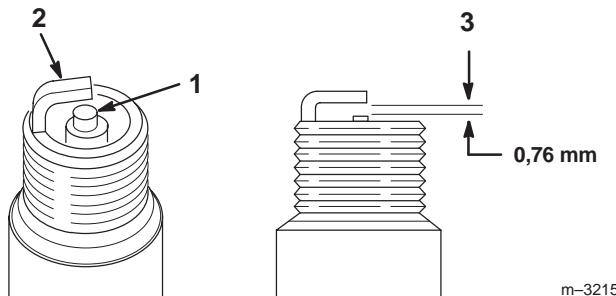

Bild 43
1. Sehen Sie sich die Mitte der Zündkerze(n) an (Bild 43). Wenn der Kerzenstein hellbraun oder grau ist, ist der Motor richtig eingestellt. Eine schwarze Schicht am Kerzenstein weist normalerweise auf einen schmutzigen Luftfilter hin.
2. Prüfen Sie den Abstand zwischen den mittleren und seitlichen Elektroden (Bild 43). Verbiegen Sie die seitliche Elektrode (Bild 43), wenn der Abstand nicht stimmt.